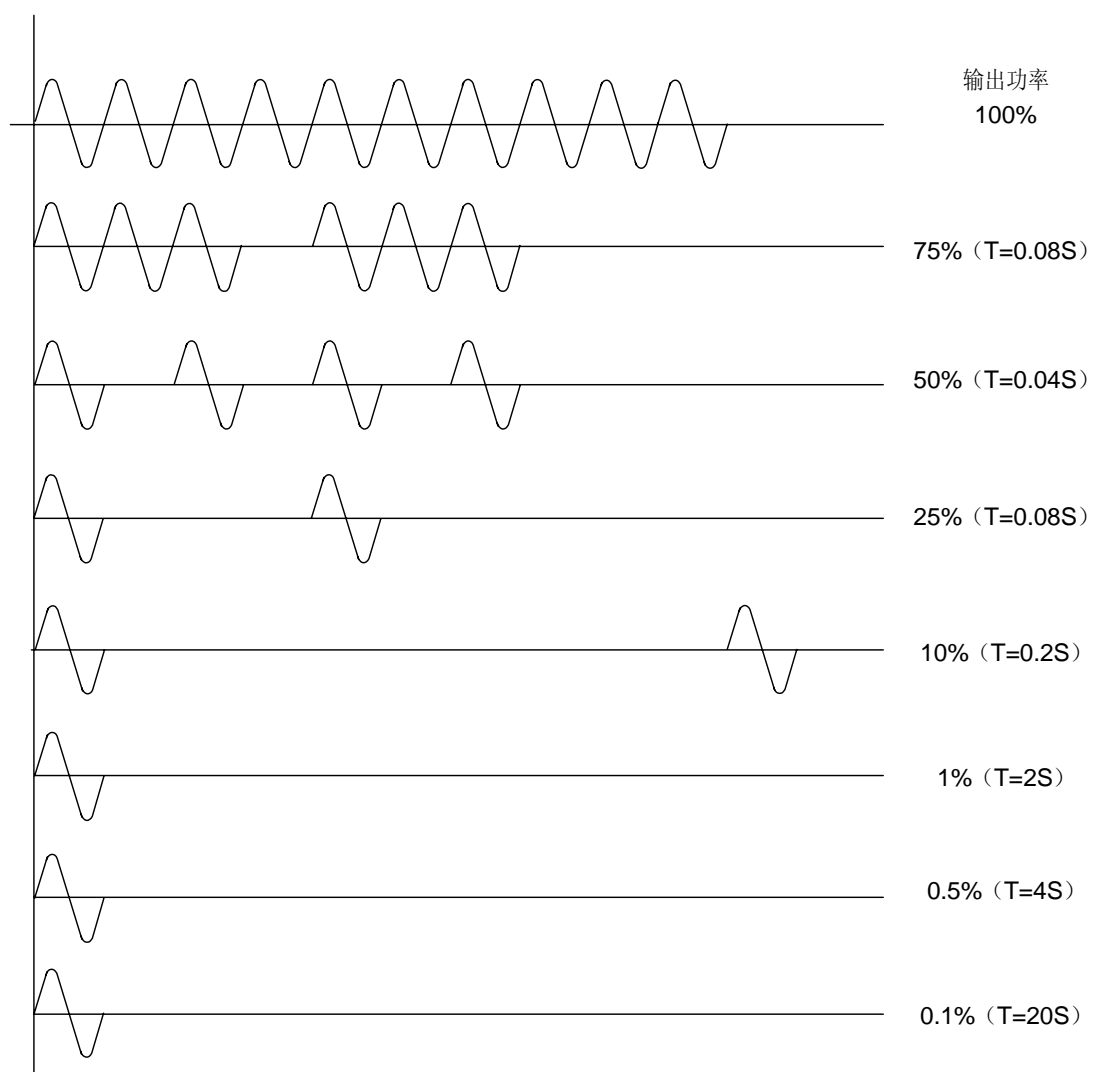

图 4 变周期晶闸管交流调功器输出波形
3.2 变周期晶闸管交流调功器输出的正弦波是均匀分布的，又叫间隔式调功器，其中重复周期以最小正弦波间隔安排，例如最小周期是输出功率为 50% 的时候，周期为 40 毫秒（0.04 秒），即导通一个周波，关断一个周波，在最大和最小输出功率时周期最大，如在输出功率为 99.9% 时，周期为 20 秒，即导通 999 个周波，关断 1 个周波，输出功率为 0.1%，周期亦为 20 秒，即导通一个周波，关断 999 个周波。其输出波形如图 4。